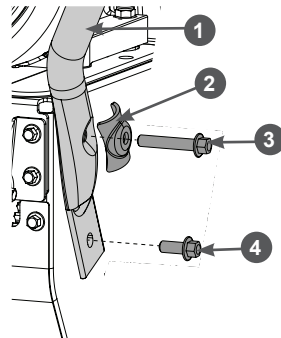

Рис. 6 Установка рукоятки (расположение болтов)
- выкрутите из рамы снегоотбрасывателя болты 3 и 4, снимите шайбу 2 (Рис. 6);
- совместите нижние отверстия в раме снегоотбрасывателя и рукоятке 1, и вставьте в отверстия болты 4 (M8x20) и закрутите их на несколько оборотов, не затягивая (Рис. 6);